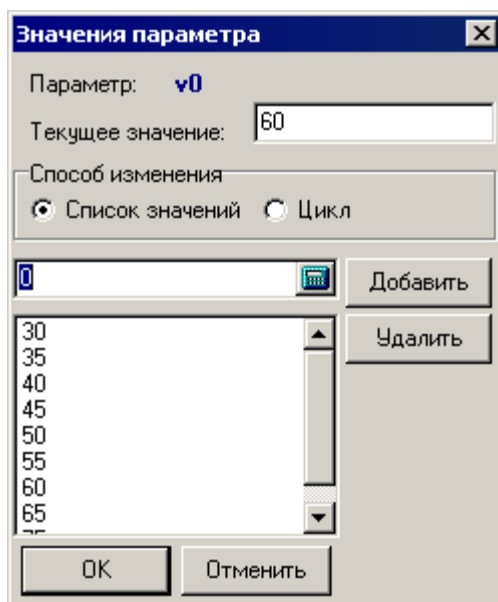

Рис. 3.7. Окно настройки значений параметра
2. В появившемся окне **Свойства параметра** введите значения от 30 до 90 (м/с) включительно с шагом 5 м/с (см. рис. 3.7).